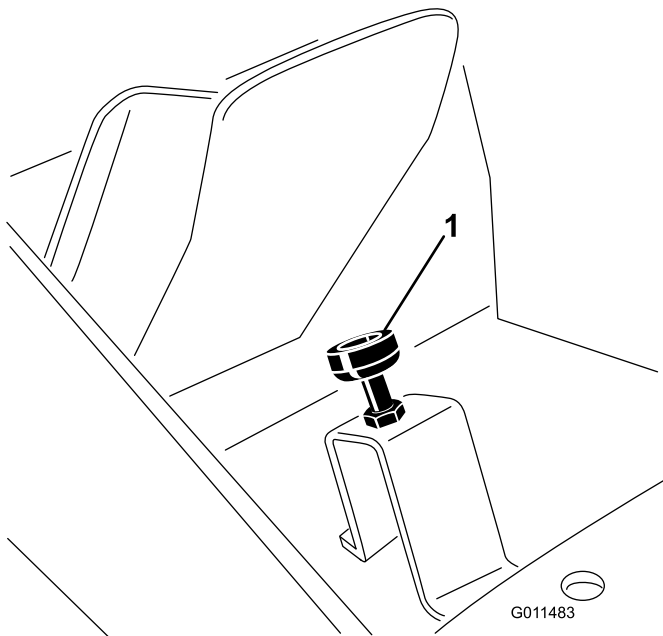

Bild 73
- Treten Sie das Fahrtriebpedal ganz durch (Bild 73). Die Klemmmuttern müssen ggf. gelöst und der Anschlag gesenkt werden, um es ganz durchzutreten.
3. Nehmen Sie den Druck vom Fahrpedal und stellen Sie den Anschlag um eine weitere halbe oder ganze Umdrehung ein, sodass das Pedal den Anschlag berührt, kurz bevor der volle Hub erreicht wird; ziehen Sie dann die Klemmmuttern fest (Bild 73).